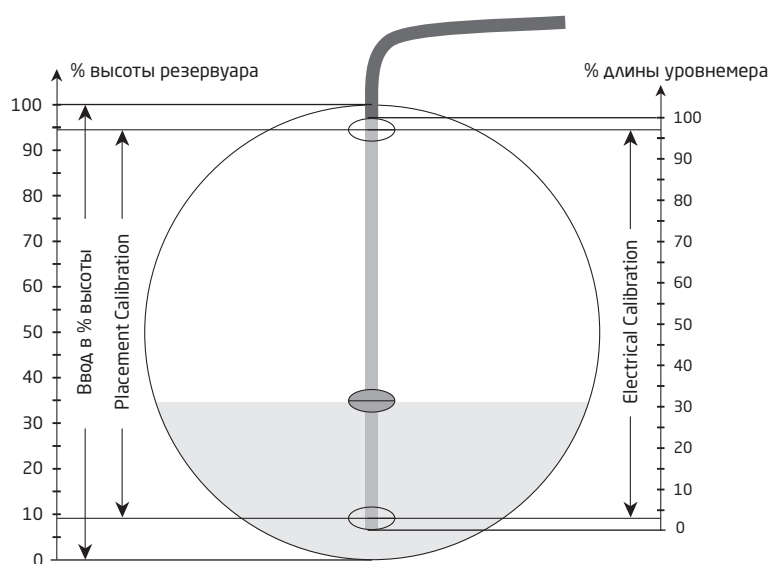

Рис. 1. разрез горизонтально расположенного резервуара
Описание настройки со входом потенциометра исходит из Рис. 1. Обратите внимание, что ПО PRelevel имеется только на английском языке. Поэтому тексты меню имеют тот же вид, что и на дисплее. Выберите закладку **[Input]**:
**[Electrical Calibration]** Здесь вводятся границы или ПО PRelevel измеряет диапазон на подсоединенном потенциометре, который должен или может детектироваться. Преобразователь должен быть подключен к коммуникационному интерфейсу Loop Link, чтобы можно было произвести измерения значений. Значения на Рис.1 равны Low (Низ.) = 3% и High (Выс.) = 97%.
**[Placement Calibration]** Здесь вводится местонахождение точек Low и High, определенных в 'Electrical Calibration', на уровнемере по отношению к высоте резервуара. Эти значения используются частью для расчета линеаризованных значений, частью для вычисления 0- и 100% высоты. Значения на Рис. 1 равны Low (Низ.)= 9% и High (Выс.) = 94%.
Значения на Рис. 1 составляют Low (Низ.) = 0% и High (Выс.) = 100%.